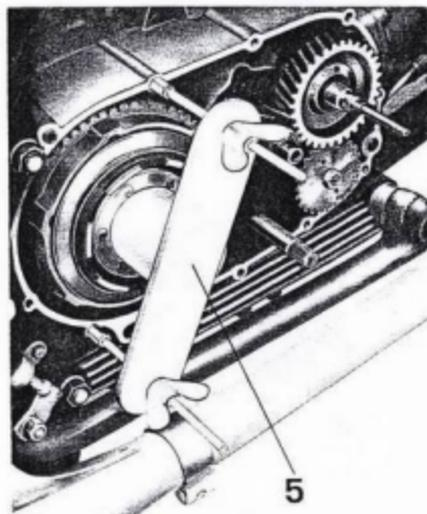

Abb. 13
- die Kupplungsgruppe, zum Abnehmen des Dichtungs ist das Werkzeug Nr. 10903200 zu verwenden (5 aus Abb. 13);